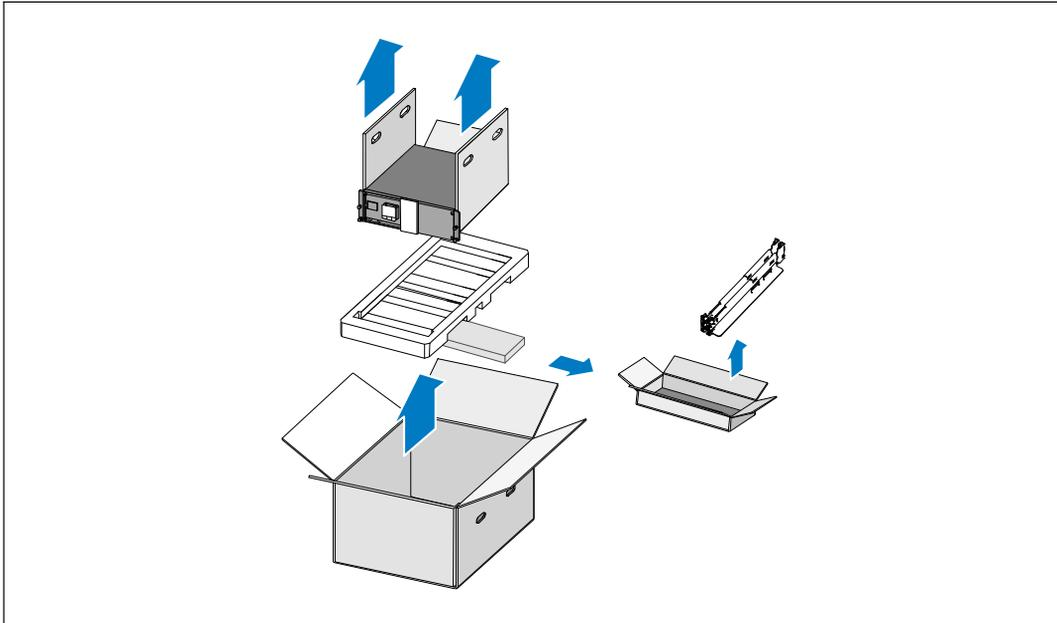

Figura 3. Cómo extraer el gabinete y el conjunto de rieles
- 2 Con una persona de cada lado, levante cuidadosamente el gabinete de la caja de cartón externa usando las manijas de la caja de cartón y colóquelo sobre una superficie plana y estable (consulte la Figura 3).